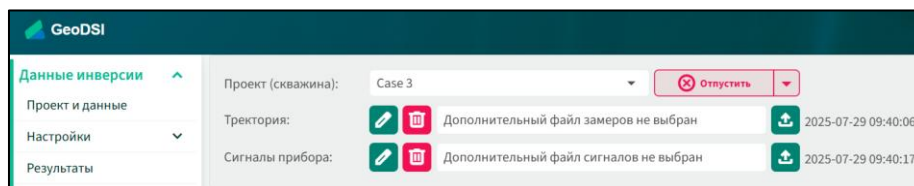

Рис. 3
3. Выберите файл траектории и файл с сигналами прибора, либо подключитесь к серверу с данными (рис.3).